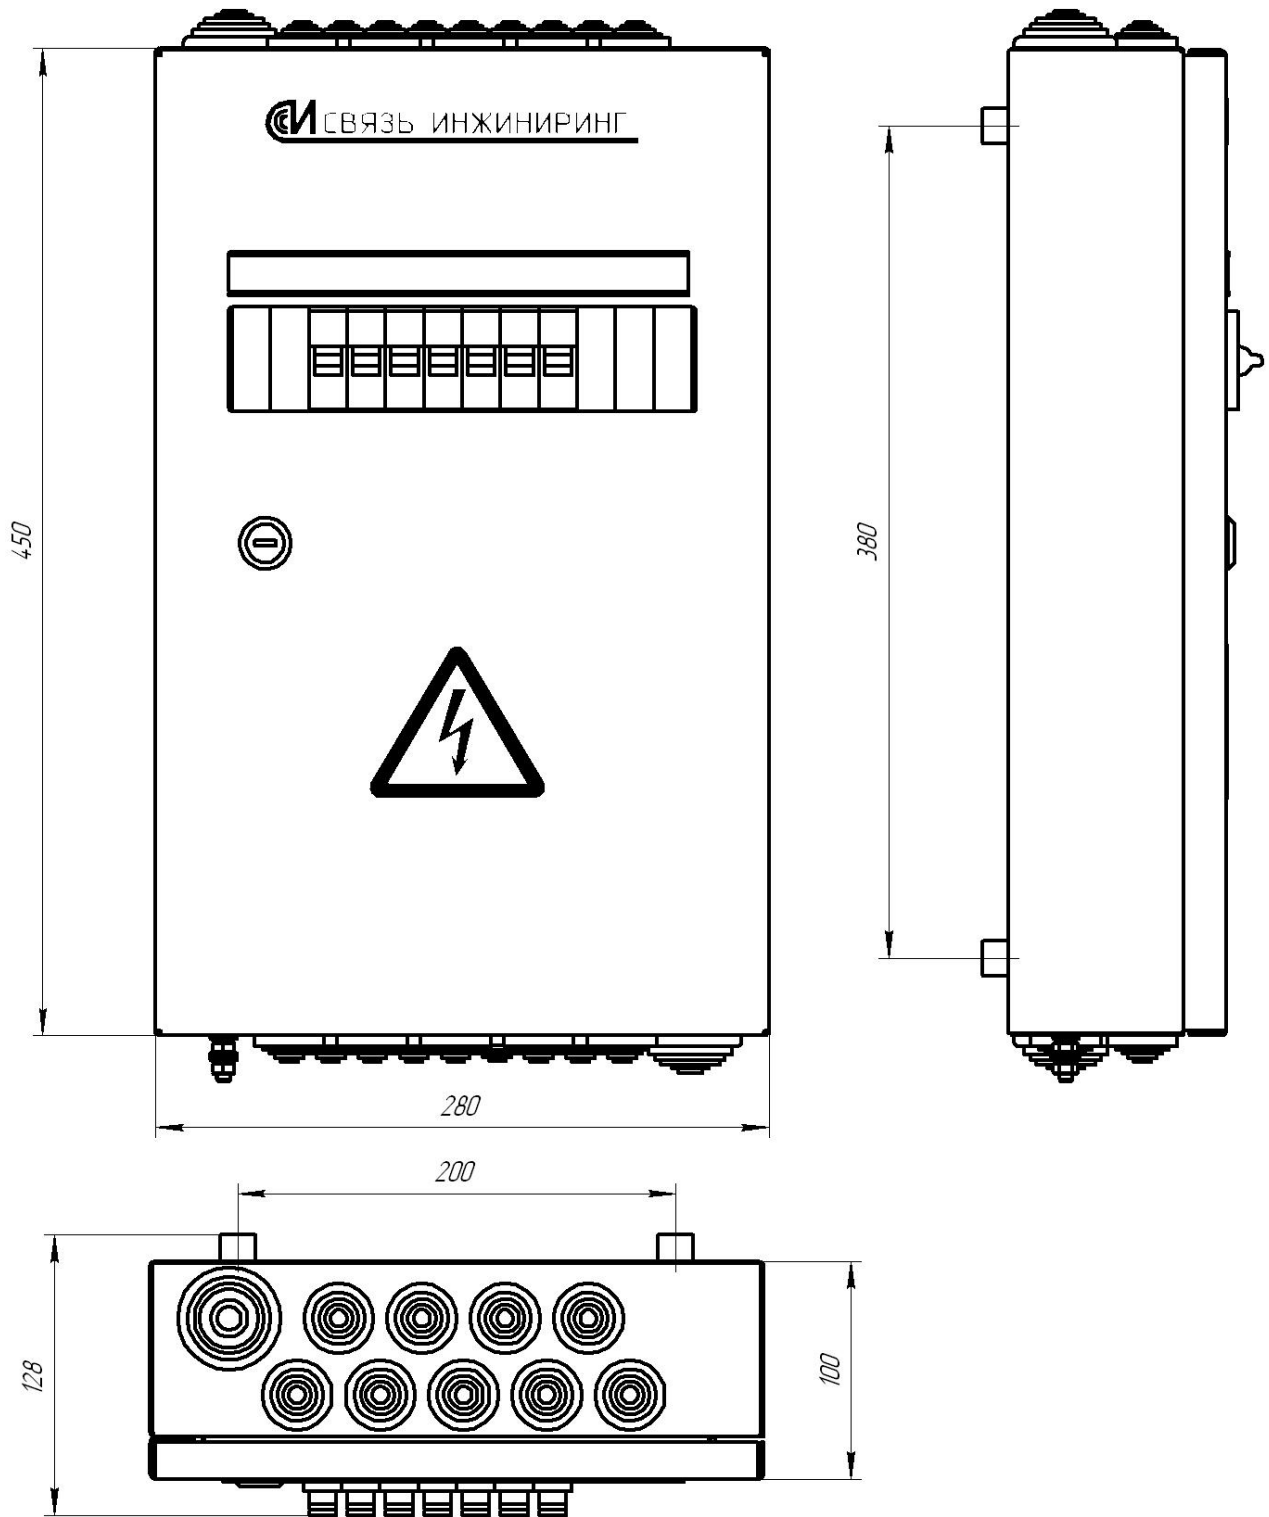

Рис. 1.
- 2.6 Габаритно-присоединительные размеры щита указаны на рис. 1.